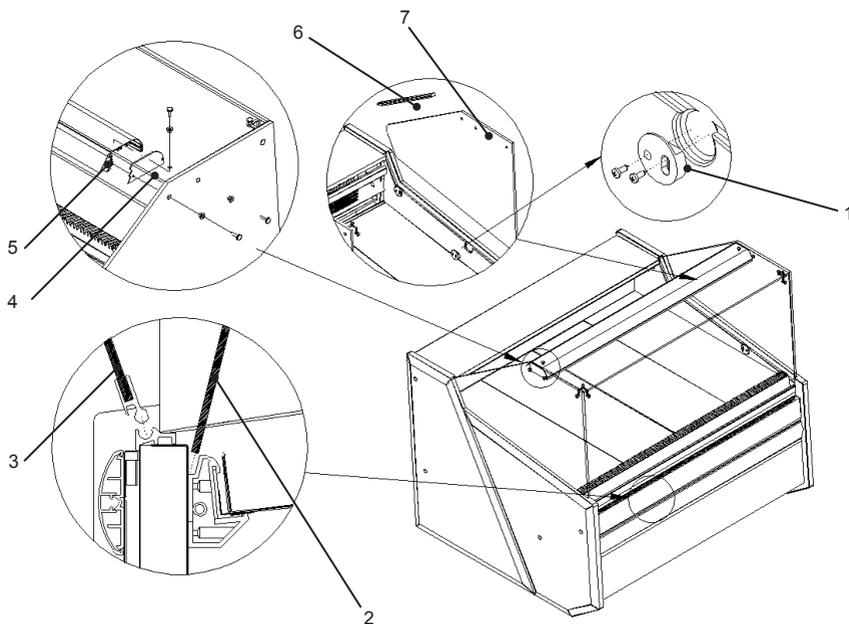

Abb. 4. Montage von Glaselementen und Alu-Leuchte
- Die Anlage auf einer ebenen und ausführlich fester Grundlage stellen, dann mit den Beinen justieren. Bei fahrbaren Anlagen die Räder sperren, um der Verschiebung bei dem Betrieb vorzubeugen Abb.4
3. Die Alu-Leuchte (samt Beleuchtung) an Glasseitenteilen montieren Abb. 4/3
4. Die Abdeckung der Lampenleitung montieren Abb.4/10
7. Den Frontschirm montieren Abb. 4/8
8. Vorderscheibe der Vitrine einbauen Abb.4/5